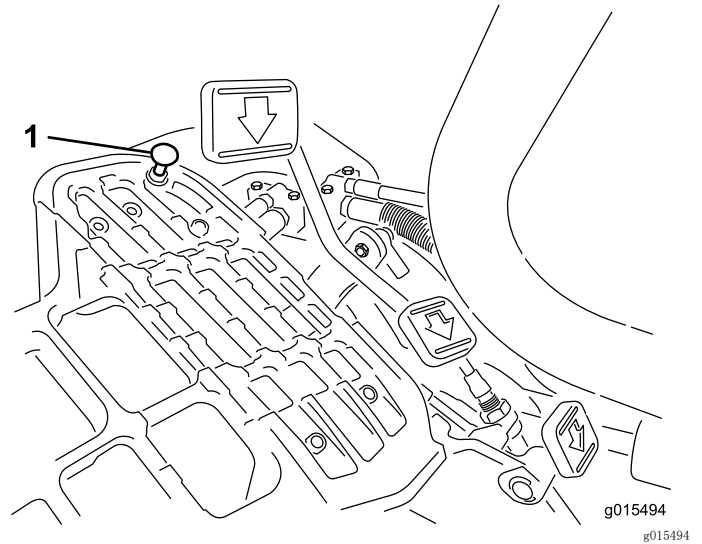

图33
要获得最大行驶速度，请将功能控制杆放在行驶位置，并踩下驱动踏板。如果在拉线感到张紧力之前，踏板接触到限位器（图33），请执行以下调节程序：
1. 将功能控制杆放在行驶位置，松开将踏板限位器固定至底板上的锁紧螺母（图33）。